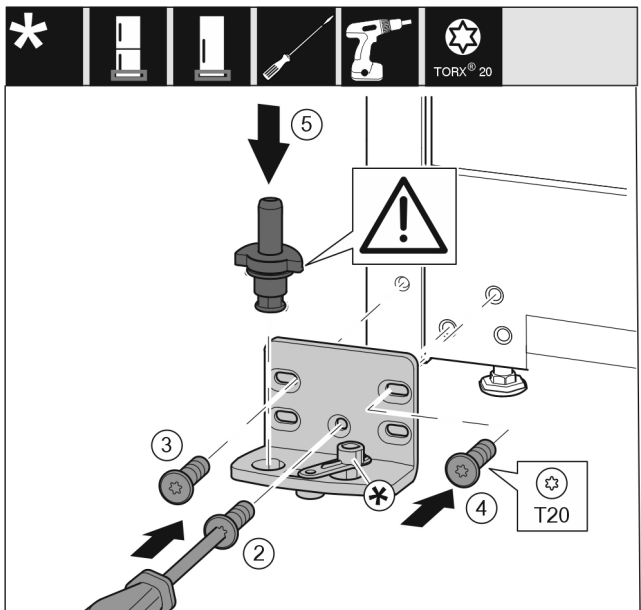

Fig. 16
- Sätt in lagerbocken på den andra sidan och skruva fast med hjälp av en skruvmejsel. Börja med skruven Fig. 16 (2) nere i mitten.
- Dra åt skruv Fig. 16 (3) och skruv Fig. 16 (4).
- Sätt in lagerbulten Fig. 16 (5) helt. Se till att låskammen riktas bakåt.